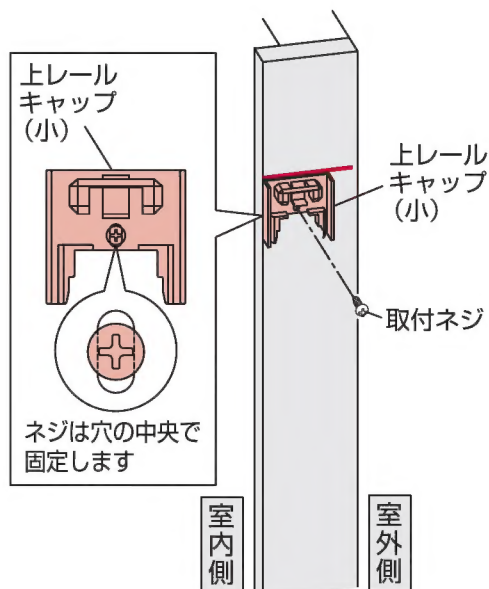

図2-2-3
③「上レールキャップ (小)」上部を印とあわせ、取付ネジで固定してください。 (図 2-2-3)